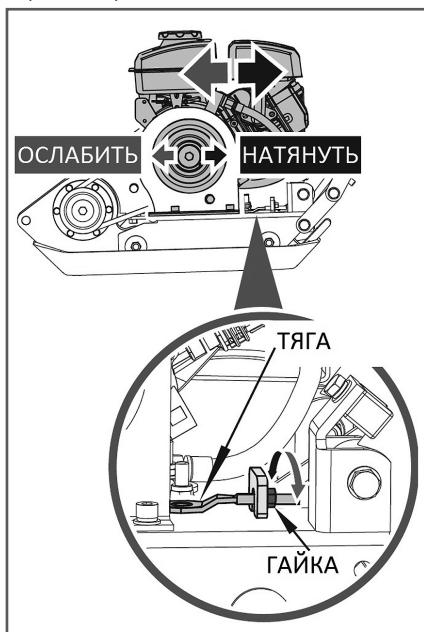

Рис. 30 Регулировка натяжения ремня PC5332F
- для натяжения ремня закрутите гайку тяги натяжного устройства (Рис. 30);
- для ослабления ремня открутите гайку тяги натяжного устройства и сдвиньте двигатель к вибратору (Рис. 30).